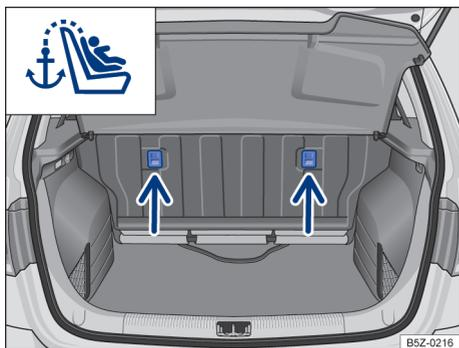

Fig. 38 Olhalis de retenção para o cinto de fixação superior no lado de trás do banco traseiro.
- Caso seja fornecido juntamente com a cadeira de criança, colocar o cinto de fixação superior (Top Tether) da cadeira de criança entre o encosto do banco traseiro, fixando-o no terminal de engate existente na parte posterior do encosto do banco → Fig. 38.